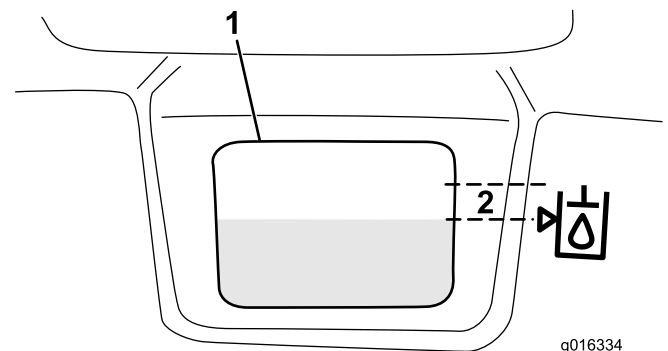

Figura 33
3. Encha lentamente o reservatório com o fluido hidráulico adequado até que o nível se encontre a 6 mm da seta no símbolo junto da janela branca na parte da frente do reservatório (Figura 33). Não encha demasiado.